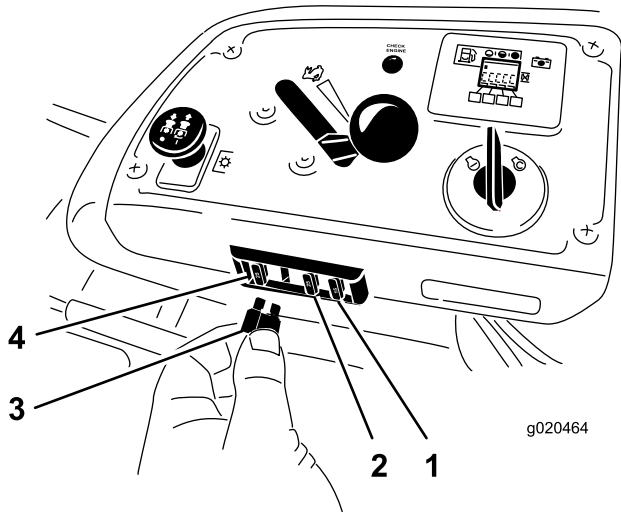

Figura 65
1. Los fusibles están situados en la consola de la derecha, junto al asiento (Figura 65).
3. Instale un fusible nuevo (Figura 65).